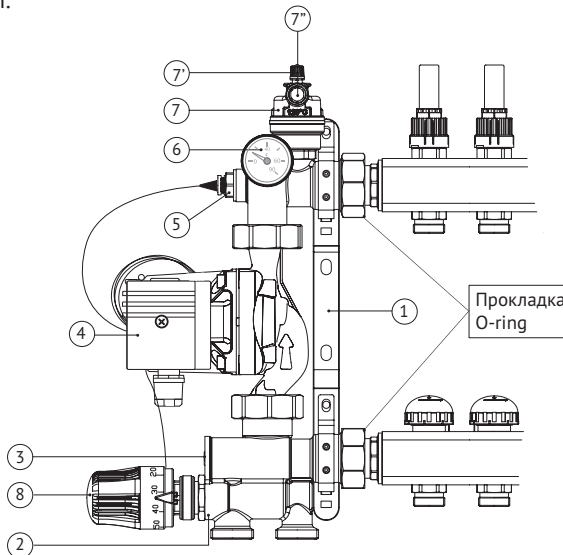
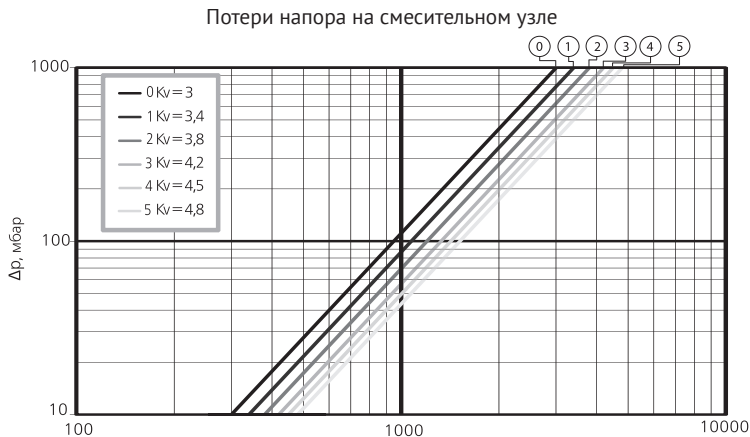

Рис.1
Рис. 3
Автоматический воздухоотводчик группы имеет 2 вентиля – ручной и автоматический. Чёрный колпачок сверху (см. рис. 1 поз 7') – это запорный элемент ручного воздухоотводчика.
Серый винтик сбоку (см. рис. 1 поз 7") – это запорный элемент автоматического воздухоотводчика.
2. при помощи монтажного кольца головки закрепите её на смесительном клапане (рис. 1 поз. 2);
3. поместите датчик в гнездо температурного датчика (рис. 1 поз. 5);
Согласно приведённой ниже диаграмме (рис. 3), расходу 1032 л/ч, соответствуют 6 разных кривых ΔP_{valv} при разных настройках байпаса (рис. 1 поз. 3): чем меньше открыт байпас, тем быстрее достигается требуемая температура на подаче, и наоборот, при максимально открытом байпase увеличивается расход и одновременно сокращается колебание температуры подачи, связанное с открытием–закрытием различных зон, на которые разделяется система отопления.
Температура подачи низкотемпературного контура отопления задаётся на термостатической головке (рис. 1 поз. 8), с диапазоном установки от 20 до 65 °С, и поддерживается постоянной благодаря действию термостатического клапана. Термостатический элемент головки подключён с помощью капиллярной трубки к погружному датчику.